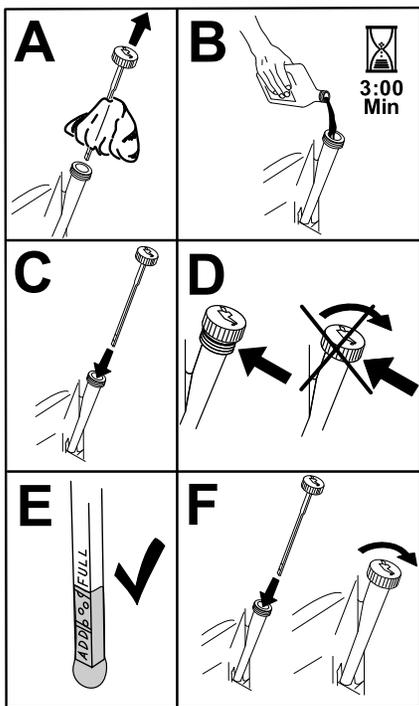

Figura 36
- Vierta lentamente un 80 % aproximadamente del aceite especificado por el tubo de llenado, luego añada lentamente el resto del aceite hasta que llegue a la marca de Lleno (Figura 36).